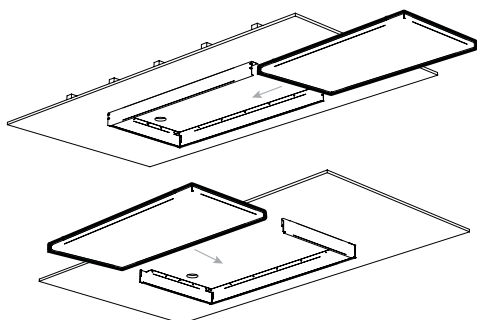

Figure 8
10. Insérer la tuile et la boîte électrique dans le cadre en passant par l'ouverture créée par la pièce retirée (Fig.8). Faire attention à ne pas graffier la tuile.